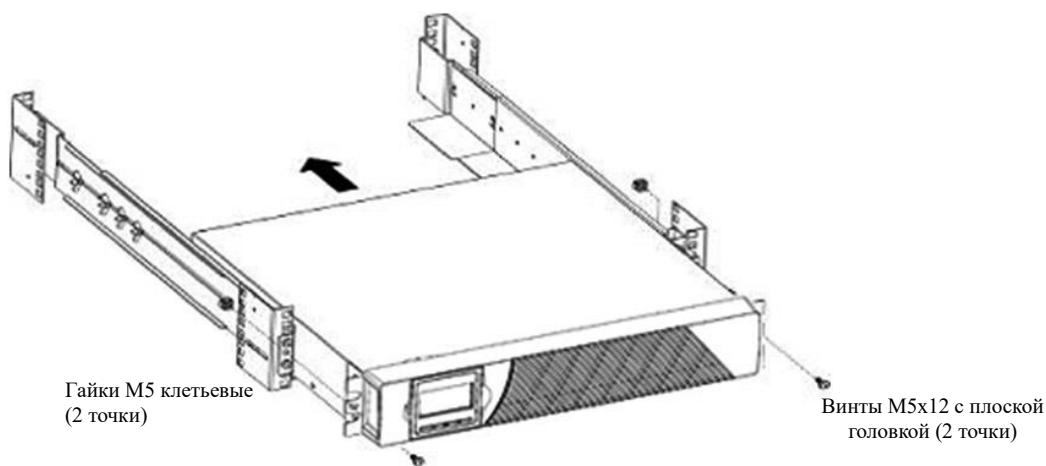

Рисунок 7. Крепление ИБП в шкафу спереди
- к) Закрепите ИБП в шкафу спереди при помощи одного винта М5х12 с плоской головкой и одной клетьевой гайки М5 справа и слева (см. рисунок 7). Вставьте нижний винт на каждой стороне через нижнее отверстие монтажного кронштейна и нижнее отверстие направляющей.